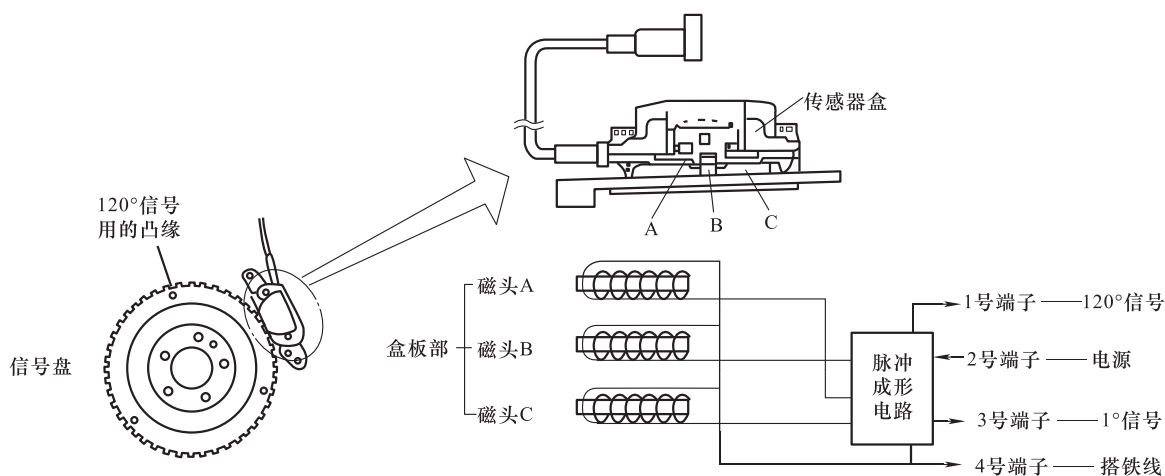

图 4-32 轮齿磁脉冲式曲轴位置传感器
(1) 结构 日产车系的轮齿磁脉冲式曲轴位置传感器由轮齿式信号盘、磁头、线圈、脉冲成形电路、插接器等组成,如图 4-32 所示。它安装在曲轴前端的带轮之后。在带轮后端有一个带细齿的薄齿盘,即信号盘。信号盘和曲轴带轮一起安装在曲轴上,与曲轴一起旋转。在信号盘的外缘,沿圆周每隔 4° 加工 1 个齿,共 90 个齿。此外,每隔 120° 布置 1 个凸缘,共 3 个。安装在信号盘边沿的传感器盒是产生信号的发生器,在内部有 3 个绕有线圈的永磁铁磁头,其中磁头 A 和磁头 C 共同产生曲轴 1° 信号,磁头 B 产生 120° 信号。磁头 A 和磁头 C 对着信号盘的齿圈,磁头 A 相对于磁头 C 间隔 3° 曲轴转角位置。磁头 B 对着信号盘的 120° 凸缘。信号发生器内有信号形成与放大电路,外部有四孔插接器,1 号端子为 120° 信号输出,2 号端子为信号形成与放大电路的电源孔,3 号端子为 1° 信号输出线,4 号端子为搭铁线。通过插接器将曲轴位置传感器的感应信号输入电子控制单元。